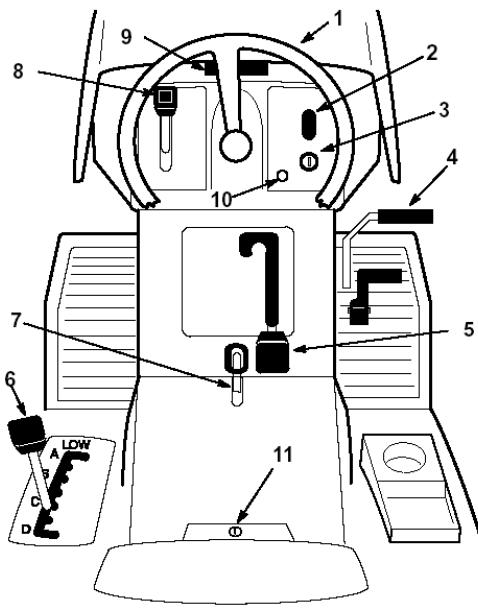

图1
- 3、将手垫片放入车轴内。如果没有扁销，视需要取下薄垫片。（图1）
在启动和使用机器前了解所有的控制器。(图1)
。（图1）灯只有在引擎工作和开关开启时才会点亮。